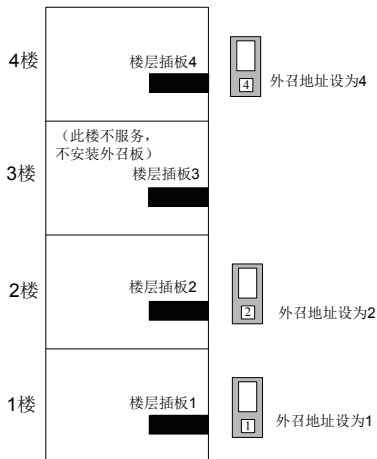

图 2-10 外召板安装及地址设定指导图
- 1) 外召板的安装：与服务楼层一一对应，有多少服务楼层就要安装多少外召板，非服务楼层不需要安装外召板（请参见下图 2-10 所示）；